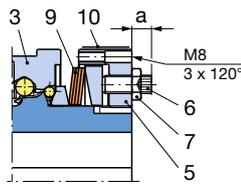

Bild 10
- EAS®-compact® Freischaltkupplung, Größe 4–5: Maß „a“ aus der aufgeklebten Einstelltabelle (10) auf Einstellmutter (5) entnehmen (Bild 10).
- Gewindestifte (6) wieder mit Sechskantmutter (7) kontern.
- durch gleichmäßiges Eindrehen von 3 Sechskantschrauben M8 (Bereitstellung kundenseitig) in die Einstellmutter (5) (Bild 10).